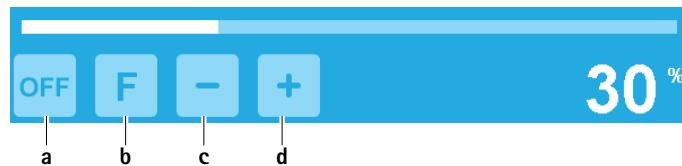

Рис. 7 Включение промывочной помпы/функции Flush
- ▶ Активация промывочной помпы: Нажать кнопку для включения промывочной помпы **a**, см. Рис. 7.
- ▶ Выключение промывочной помпы: Нажать кнопку отключения промывочной помпы **a**, см. Рис. 7.